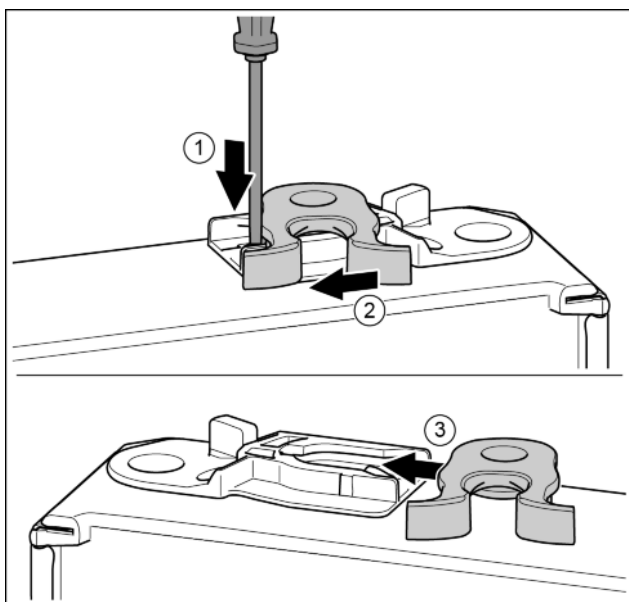

Fig. 15
- ▶ Plochým šroubovákem přitlačte lamelu dolů. Fig. 15 (1)
- ▶ Vytáhněte petlici z vedení. Fig. 15 (2)
- ▶ Petlici zasuňte do vedení na druhé straně. Fig. 15 (3)